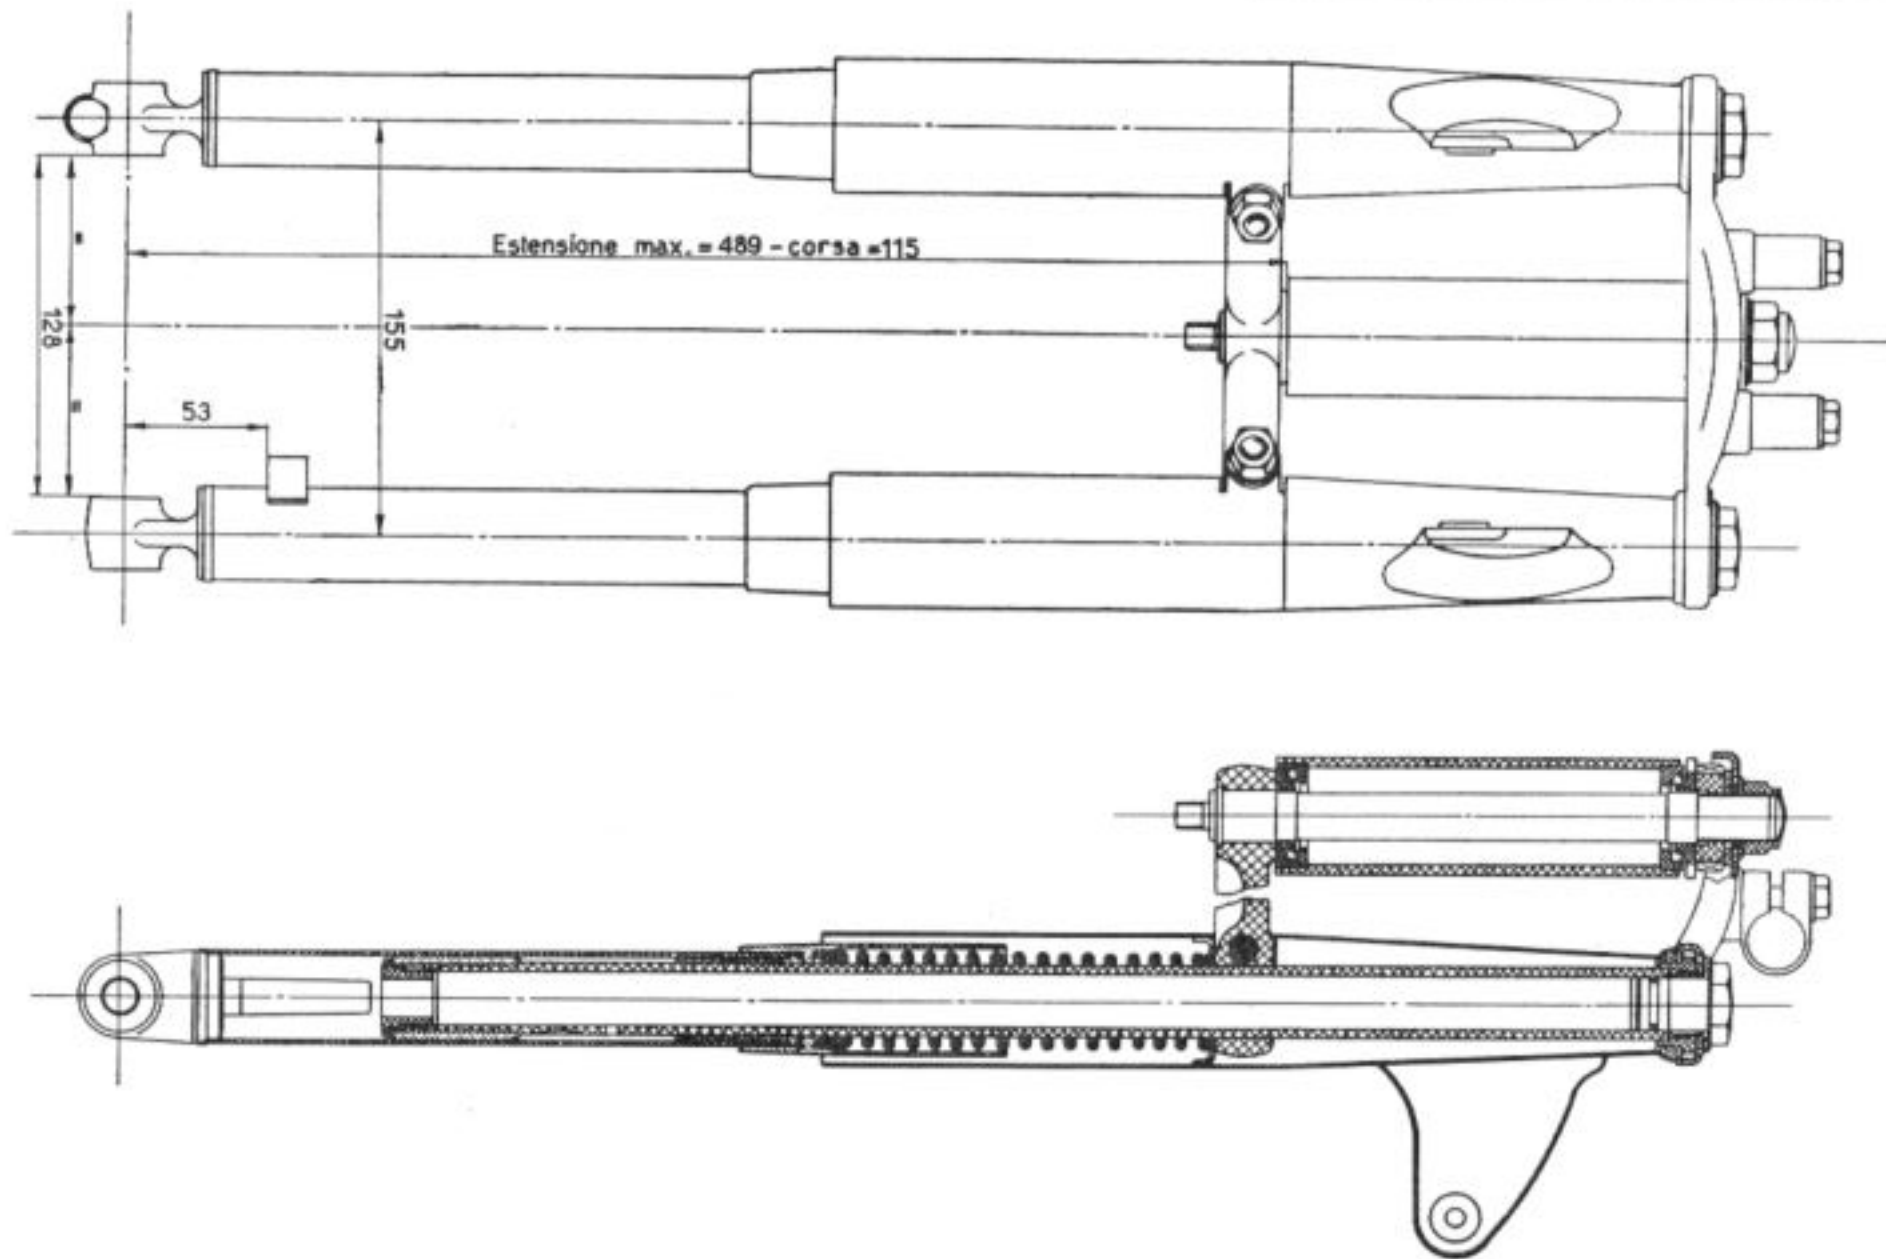

Fig. 33 - Forcella
*Verificare* le misure delle mezzarie dei tubi e delle orecchie d'attacco (vedere fig. 33).